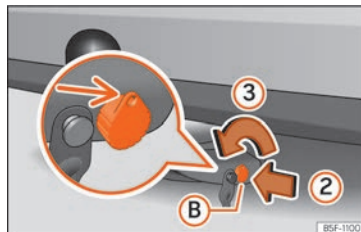

Fig. 260 Sbloccare la serratura
- Inserire la chiave **B** nella serratura nel senso della freccia **2** » » » **fig. 260**.